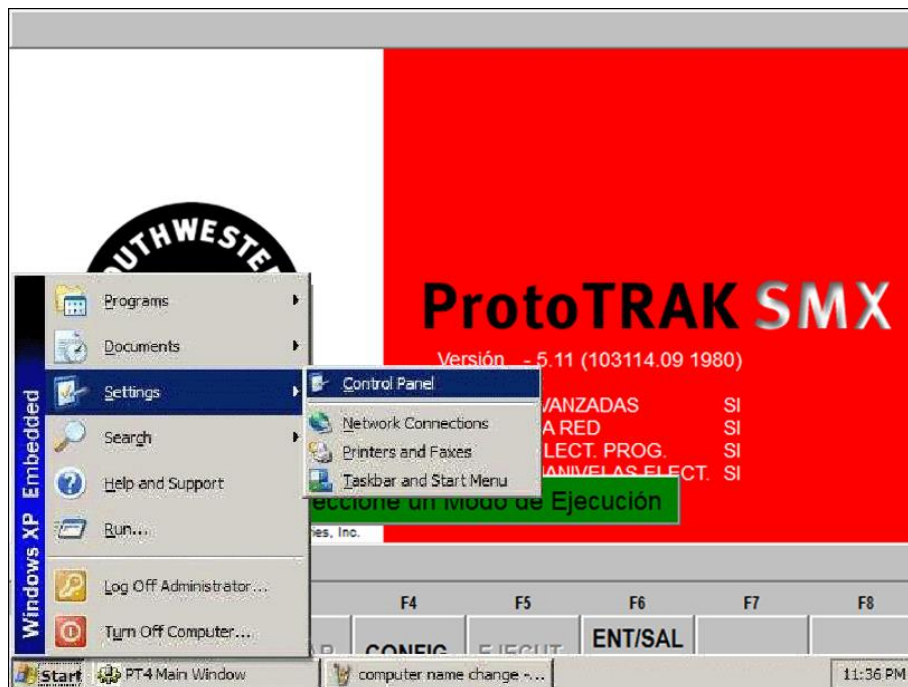

FIGURA 14.12.1
3. Seleccione **Settings** del Menú de Inicio, y después seleccione **Control Panel**. Ver Figura 14.12.1.